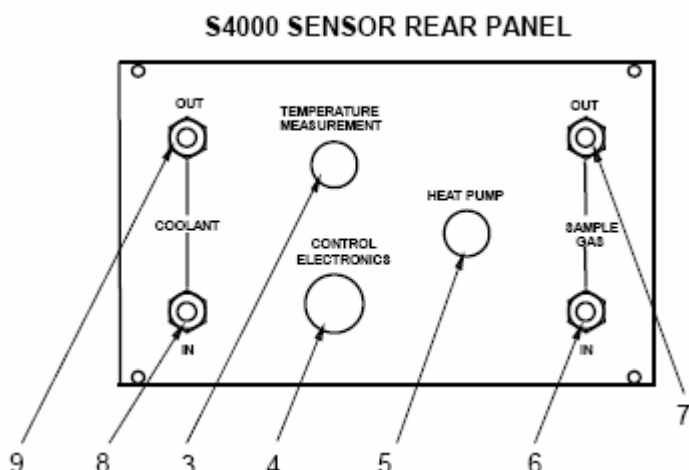

Рис. 5. Задняя панель блока датчика (модификации Remote и Climatic).
На задней панели блока датчика (см. рис. 5) расположены фитинги для подвода (6) и отвода (7) анализируемого газа, а также фитинги для подвода (8) и отвода (9) хладагента (только для модификации S4000 Remote). Помимо фитингов, здесь расположены разъемы для подключения кабелей, соединяющих блок датчика с блоком электроники (3, 4, 5).